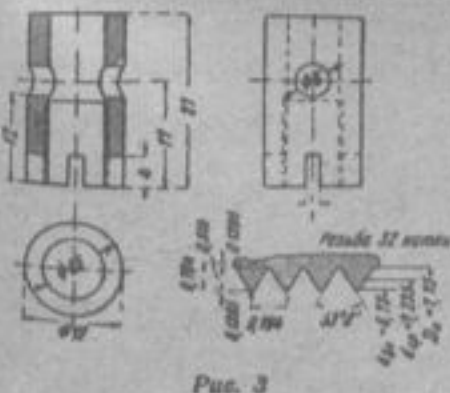

Рис. 3
2) Плашки (рис. 3) для исправления резьбы 2. Марка стали и обработка те же.